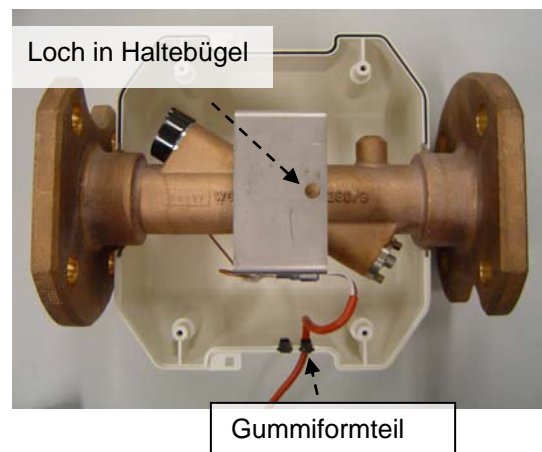

Bild 11: Zähler mit unterer Halbschale
- Entfernen der werkseitigen Benutzerplombe (s. Bild 11)
- Abnehmen der unteren Halbschale – hierbei das Kabel mit Gummiformteil (s. Bild 11) vorsichtig herausziehen
- Aufsetzen der oberen Halbschale – hierbei darauf achten, dass der angeformte Haltestift an der Innenseite der Halbschale in das vorgesehene Loch des Haltebügels eingreift (s. Bild 11)